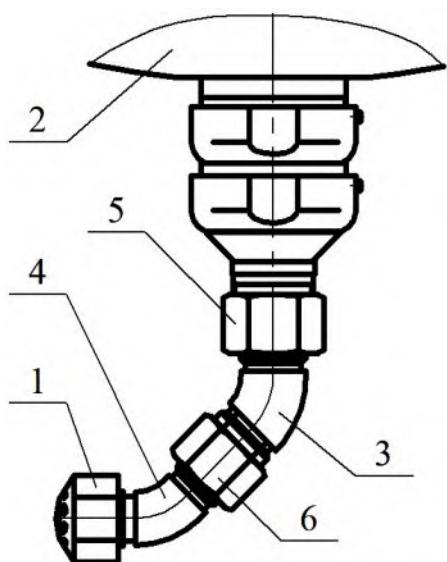

Рисунок 17
6.13 Вместо трубной разводки МУПТВ может быть оснащен одним насадком-распылителем «ТРВ-Тунгус-Дf» (для тушения очагов пожара классов А, В) или «ТРВ-Тунгус-Дс» (для тушения открытых проливов горючих жидкостей), обеспечивающим с помощью переходника (см. рисунок 17) направленную (под любым углом) подачу ОТВ в зону пожара с целью устранения затененных «мертвых» зон.